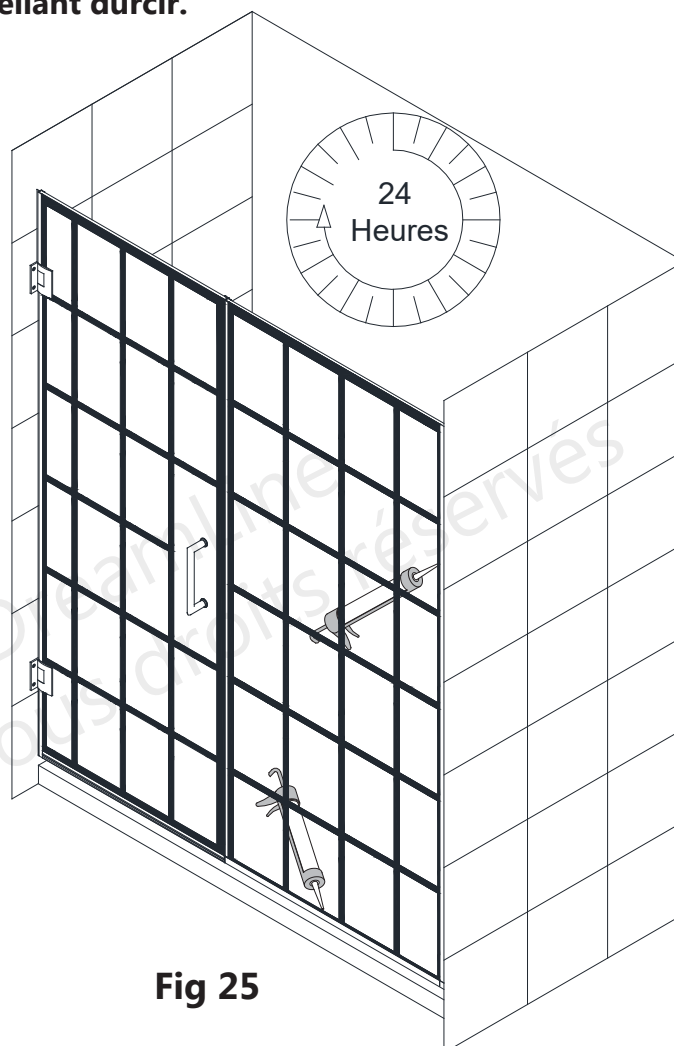

Fig 25
25. Depuis l'intérieur de la douche, appliquez un silicone de qualité supérieure, résistant à l'eau et à la moisissure, à la jonction des profilés en U. Le silicone peut également être appliquée à l'extérieur des profilés en U si vous le souhaitez. (**Fig 25**)